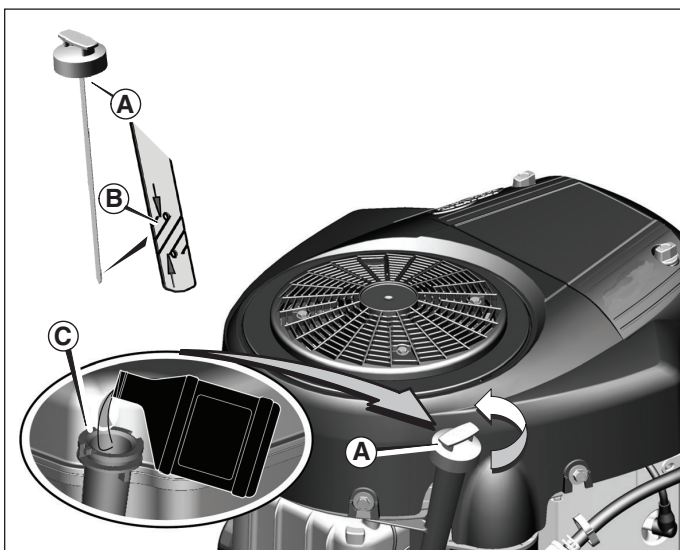

Figure 2
1. Enlever la jauge d'huile (A, Figure 2) et essuyer avec un chiffon propre.
3. Enlever la jauge d'huile et vérifier le niveau d'huile. L'huile devrait être à la marque PLEIN (B) sur la jauge d'huile.
4. Si le niveau est faible, ajouter lentement de l'huile dans l'orifice de remplissage du moteur (C). **Ne pas trop remplir.** Après avoir ajouté de l'huile, attendre une minute, puis vérifier à nouveau le niveau d'huile.